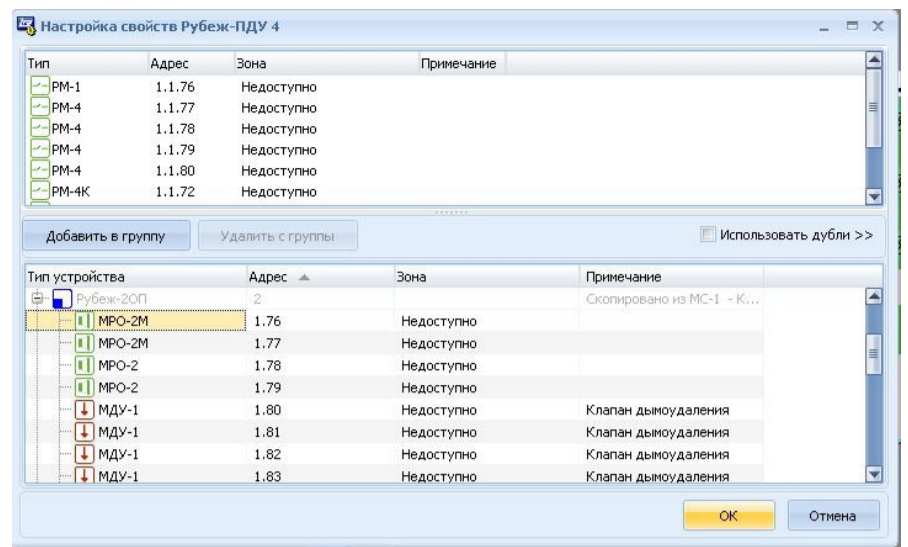

Рисунок 4
4.4 Затем раскрыть список направлений, правым кликом вызвать выпадающее меню для требуемого направления и выбрать пункт «Свойства» (см. рисунок 4). В открывшемся окне в нижнем поле будет список доступных ИУ, в верхнем – список ИУ, приписанных к направлению. Выделив приписанное к группе ИУ, можно задать для него инверсное включение и задержки на включение и выключение.